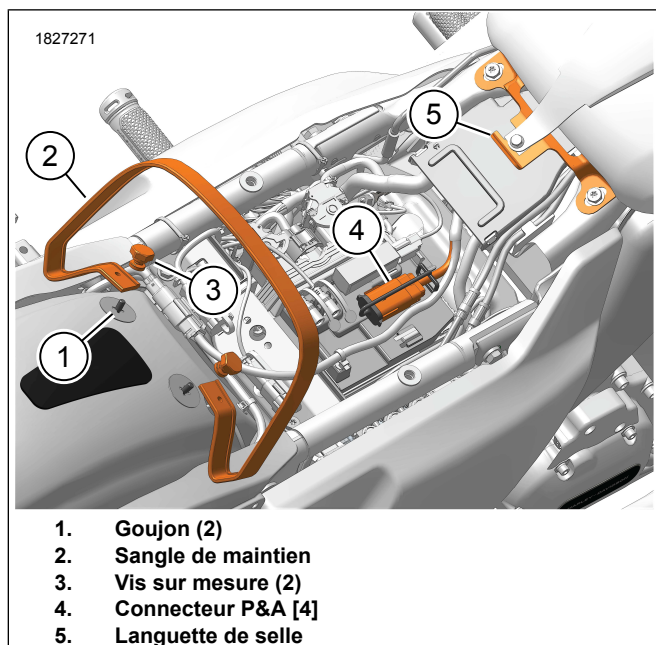

Figure 2. Emplacements des composants
1. Voir la figure 2. Poser la **nouvelle** sangle de maintien (4).
- a. Installer la sangle de maintien (2) sur les goujons (1).
- b. Installer des vis personnalisées (3).
3. Voir la figure 2. Brancher le connecteur du faisceau de selle (5) au connecteur accessoires P&A (4).
5. Voir la figure 2. Insérer l'arrière de la selle à travers la sangle de maintien (2) jusqu'à ce que la fente de montage de la selle (6, Figure 7) située à l'avant sur le dessous de la selle soit derrière la patte de la selle (5).
6. Voir la figure 2. Faire glisser la selle vers l'avant jusqu'à ce que la languette de la selle s'engage complètement dans la fente de montage de la selle (5).